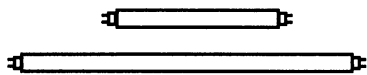

Рис. 3.21. Прямые лампы
чувствительны, чем лампы накаливания. Люминесцентные лампы показаны на рис. 3.21—3.22.
- ♦ прямыми (рис. 3.21);